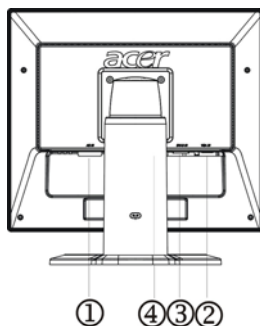

図 2 ケーブルを接続する
2. 画面を回転するには、図 2 のように、画面の位置をもっとも高い位置に設定してください。